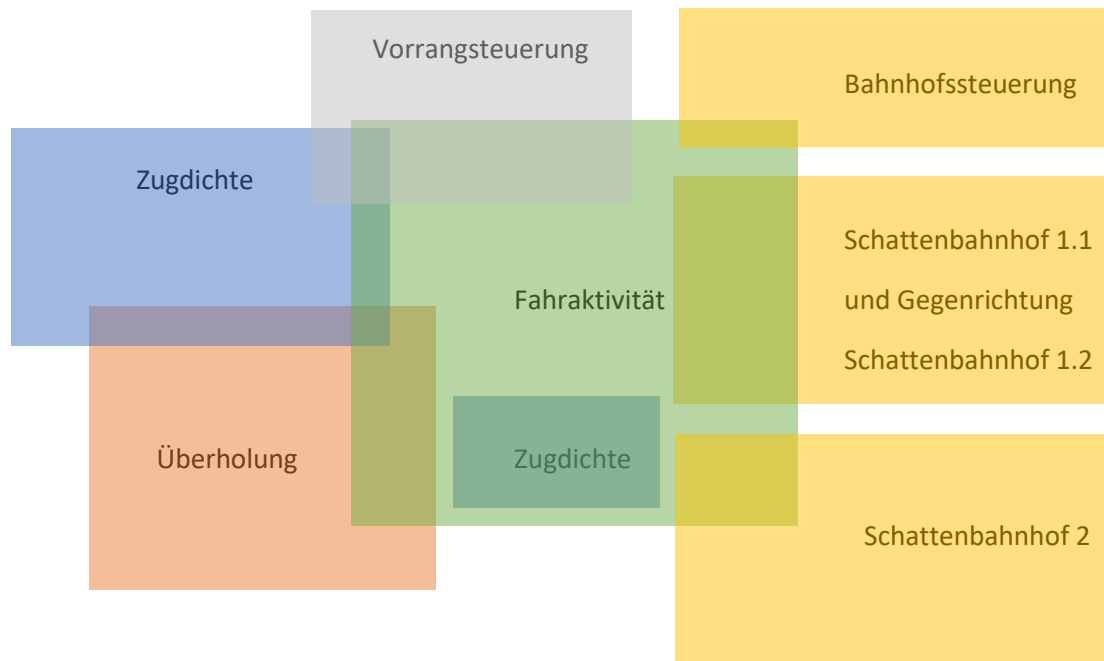

Abb. 15.2
- Mehrere FDL-Bereiche dürfen sich überlappen oder verschachtelt sein (Abb. 15.2). Egal, ob diese FDL vom gleichen Typ sind oder nicht. Ausnahme wieder beim FDL-SBS. Dieser darf sich mit keinem anderen FDL überlappen, außer mit einem FDL-SBS für die Gegenrichtung, dem FDL-FA und FDL-FPA. Der FDL-EXPERT ist hier nicht extra aufgeführt. Solange er nur eine Zählfunktion ausführt, darf er sich in jedem Bereich eines anderen FDL befinden. Sperrt er auch Fahrstraßen, darf er sich nicht mit einem FDL-SBS überschneiden.